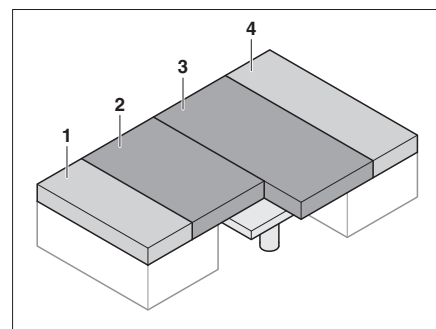

Bild 75 Efter ombyggnaden
- Drag sittdynorna (Bild 75,2 och 3) till mitten.
- Skjut in ryggdynorna (Bild 75,1 och 4) mellan sittdynorna (Bild 75,2 och 3) och ytterväggen.